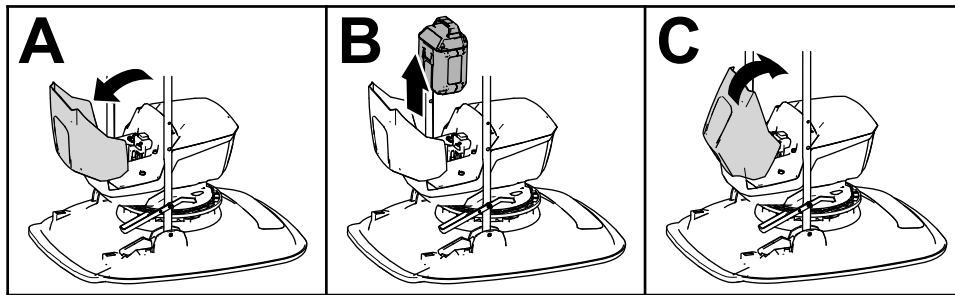

Figura 18
2. Abra a tampa do compartimento da bateria (Figura 18).